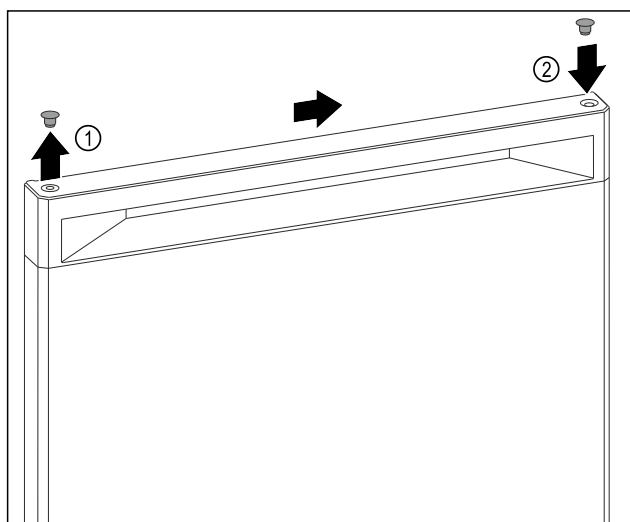

Fig. 9
- Pomocí plochého šroubováku opatrně zvedněte krycí zátku na horní straně dvířek Fig. 9 (1).
- Zasuňte krycí zátku na opačné straně. Fig. 9 (2)